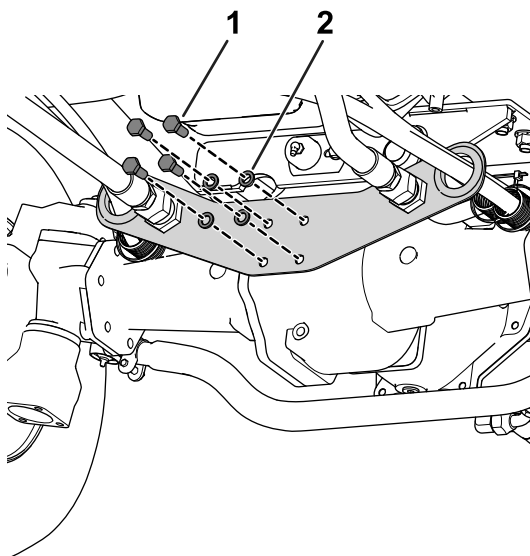

Figura 1
1. Rimuovete la bulloneria preesistente (4 bulloni e 4 rondelle) dalla piastra di supporto, come illustrato nella Figura 1.